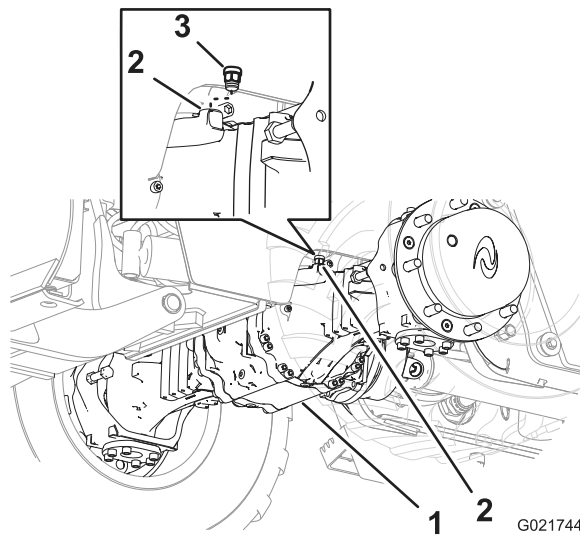
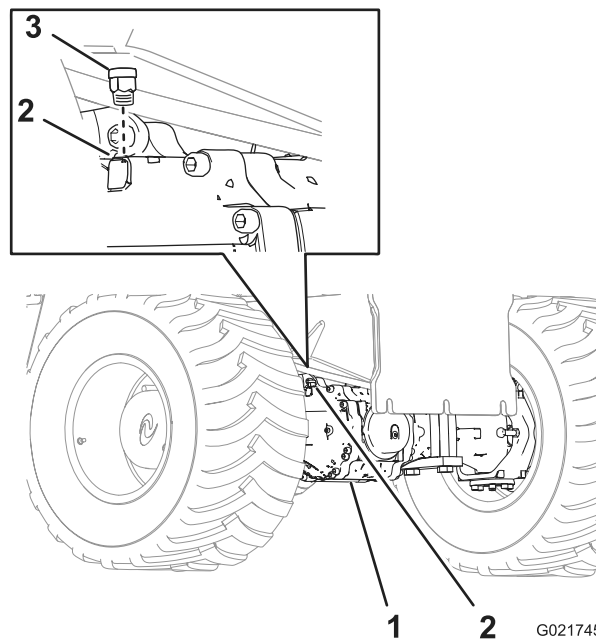

Рисунок 75
Рисунок 76
- Очистите поверхность вокруг сапунов с помощью очищающего растворителя (Рисунок 75 и Рисунок 76).
- Отверните сапун из переднего моста (Рисунок 75).
- Отверните сапун из заднего моста (Рисунок 76).
6. Установите сапун в передний мост (Рисунок 75).
7. Установите сапун в задний мост (Рисунок 76).